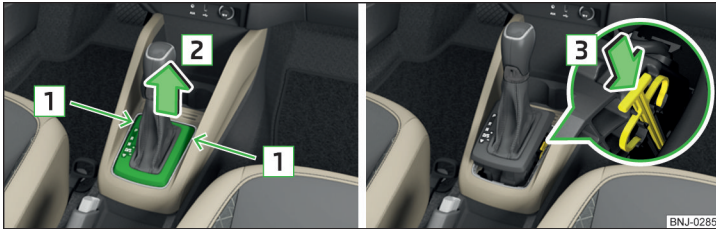

Abb. 291 Abdeckung abnehmen / Wählhebel entriegeln
- › Einen Schlitzschraubendreher oder ein ähnliches Werkzeug in den Spalt im Pfeilbereich **1** » Abb. 291 einschieben und die Abdeckung in Pfeilrichtung **2** vorsichtig anheben.